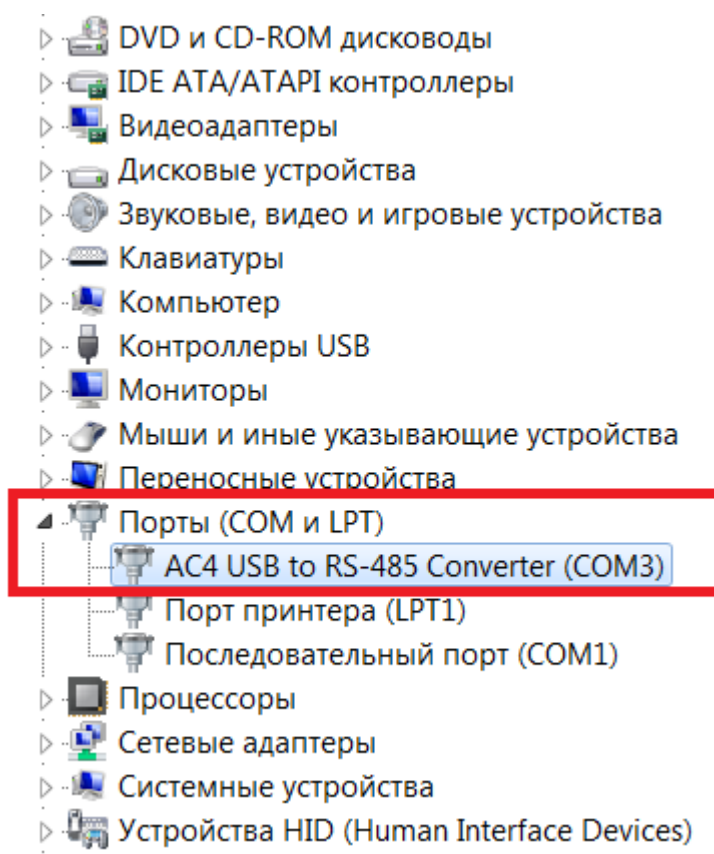

Рисунок 3.1 - Преобразователь интерфейсов AC4 в Диспетчере устройств
В качестве примера рассмотрим подключение через преобразователь ОБЕН AC4. После установки драйверов AC4, преобразователь будет определен как новое устройство в Диспетчере устройств ПК (рис. 3.1).
- **Имя порта** – номер COM-порта из Диспетчера устройств Windows (рис. 3.1);